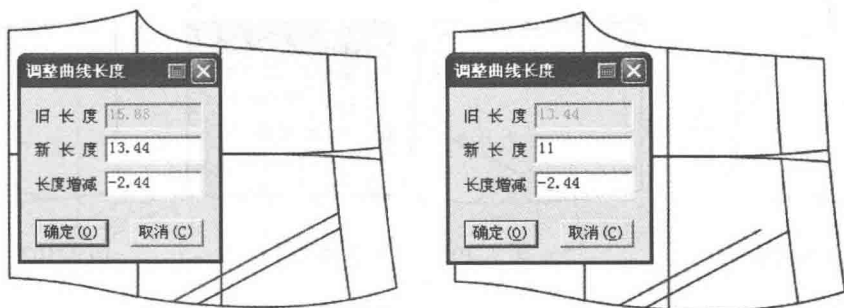

图 7-97 画贴袋步骤 4
④选择  【智能笔】工具按着【Shift】键,右键分别点击袋位基础线的两端;进入【调整曲线长度】功能。两端分别输入 -2.44cm (图 7-97)。